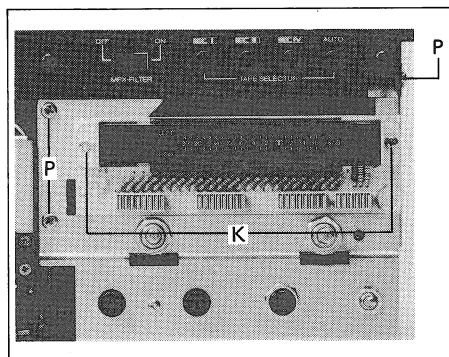

Fig. 2.7
- Durch Lösen des vorderen Chassis-Teils (3 Schrauben [P], Fig. 2.7) kann der Print herausgezogen werden.
- The circuit board can be removed by unfastening the front chassis section (3 screws [P], Fig. 2.7).
- Après avoir déposé la partie avant du chassis (3 vis [P], fig. 2.7), on peut enlever le circuit.